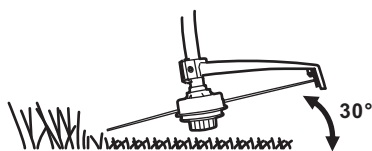

Fig. 14a
- > Tenez la tête de coupe juste au-dessus du sol, à un angle d'environ 30° (fig. 14a).